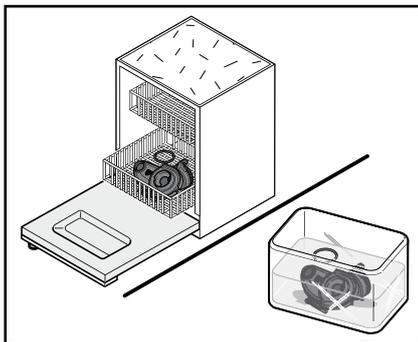

Abb. 29
7. Reinigen Sie die Mischkammer mit dem Dichtungsring (Abb. 29)